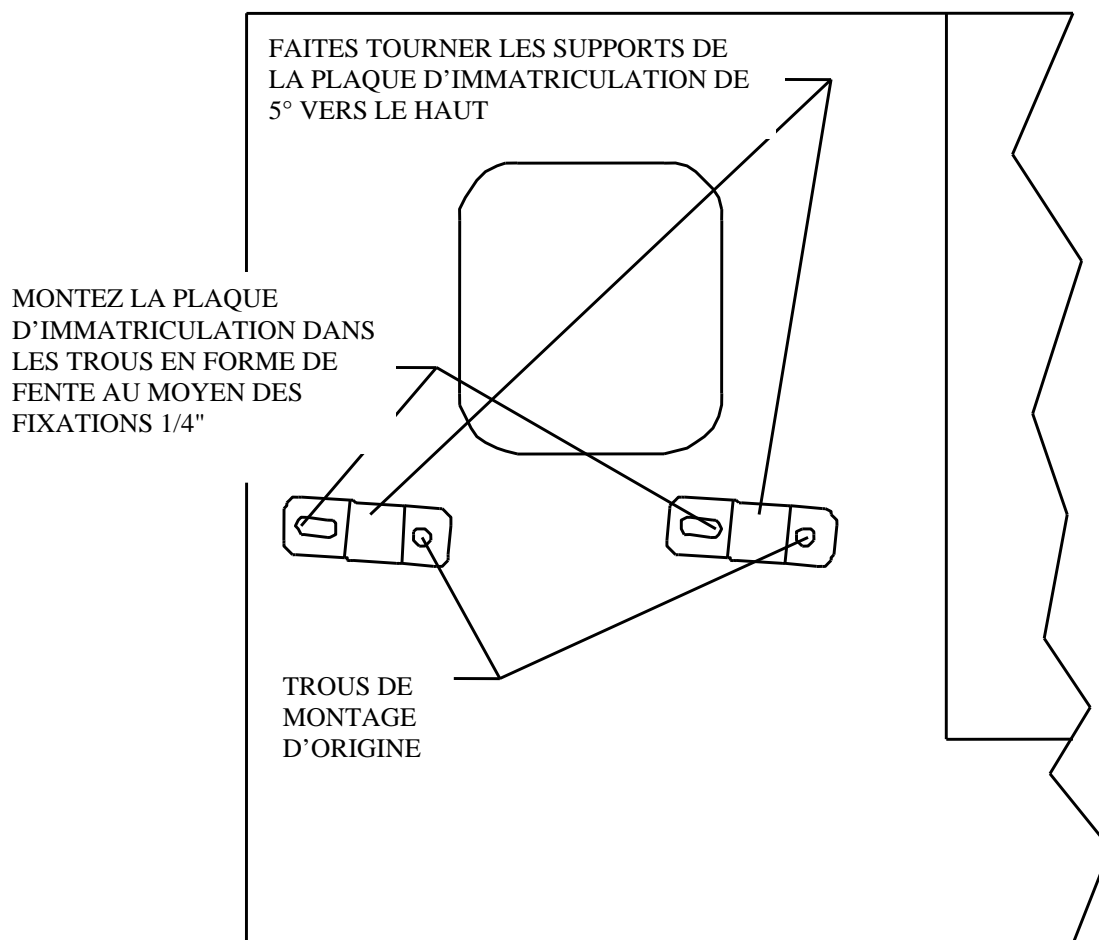

FIGURE 9, SUPPORTS DE MONTAGE DE LA PLAQUE D'IMMATRICULATION POUR LES MODÈLES TJ EXCLUSIVEMENT
21. Sur les modèles TJ, montez les deux supports fournis sur la carrosserie au moyen des vis d'origine. L'extrémité du support avec le trou standard est montée sur la carrosserie. Les trous en forme de fente servent à monter la plaque d'immatriculation. Alignez les deux supports de sorte à les faire tourner de 5 degrés vers le haut, côté opposé au hayon. Serrez les vis d'origine. Au moyen des fixations ¼ po. fournies, insérez un boulon avec une rondelle plate au travers de la plaque d'immatriculation et du support et serrez à la main avec une rondelle de blocage et un écrou. Répétez cette opération pour les deux supports. **Voir la Figure 9.**